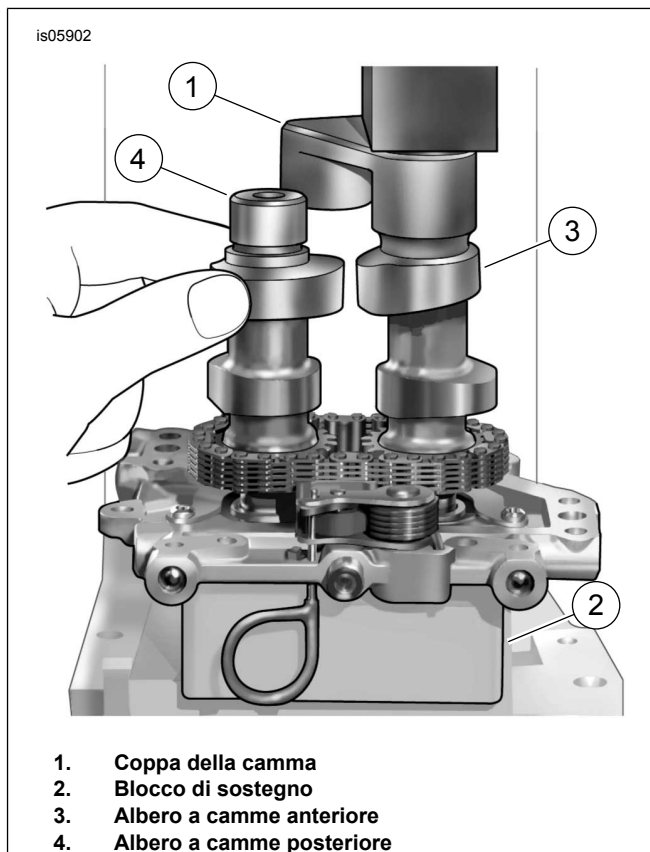

Figura 3. Installazione della piastra di sostegno degli alberi a camme
7. Consultare Figura 3. Dopo aver installato la catena secondaria sugli ingranaggi della canna e allineato i contrassegni, posizionare le estremità dell'ingranaggio degli alberi a camme nei cuscinetti.